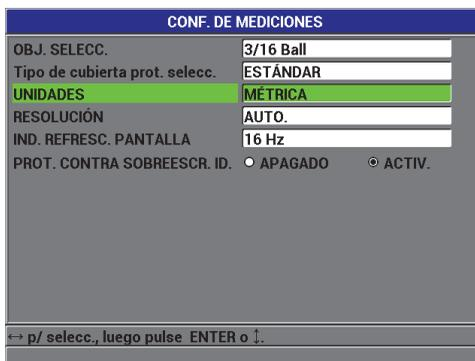

Figura 3-2 Pantalla de CONFIGURACIÓN DE MEDICIONES: UNIDADES
3. En la pantalla de **CONF. DE MEDICIONES** (ver la Figura 3-2 en la página 65), ajuste el parámetro **UNIDADES** a **S.INGLÉS** (o **ENGLISH**) o **S.MÉTRICO** (o **MÉTRICA**).
3. En la pantalla **CONF. DE MEDICIONES** (ver la Figura 3-2 en la página 65), ajuste el **IND.REFRESC. PANTALLA** al valor deseado: **4 Hz, 8 Hz, 16 Hz, ó 20 Hz**.
3. En la pantalla **CONF. DE MEDICIONES** (ver la Figura 3-2 en la página 65), ajuste el parámetro **RESOLUCIÓN** según la opción que necesite: